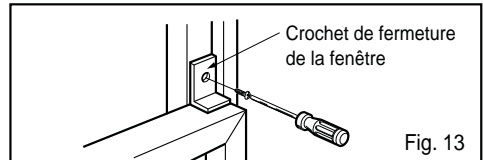

Fig. 13
7. Serrez le crochet de fermeture de la fenêtre avec une vis (Type C.) (Voir Fig. 13)